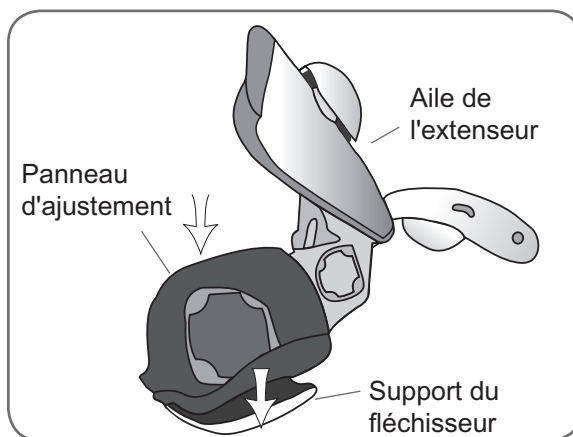

Figure 5-9 : Rattachement du panneau d'ajustement du fléchisseur.
1. Lorsque l'aile de l'orthèse est ouverte, alignez le panneau d'ajustement du fléchisseur avec l'aile du fléchisseur. Reportez-vous à la Figure 5-9.